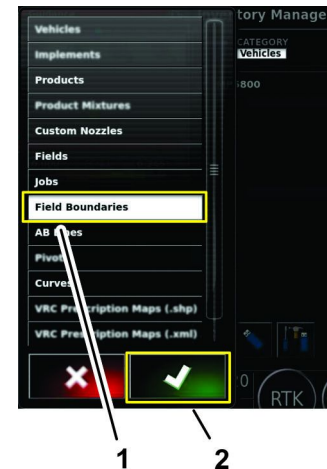

Bild 99
6. Tippen Sie in der Kategorienliste auf das Symbol für die Informationskategorie, die Sie exportieren möchten, und tippen Sie auf das Bestätigen-Symbol (Bild 99).